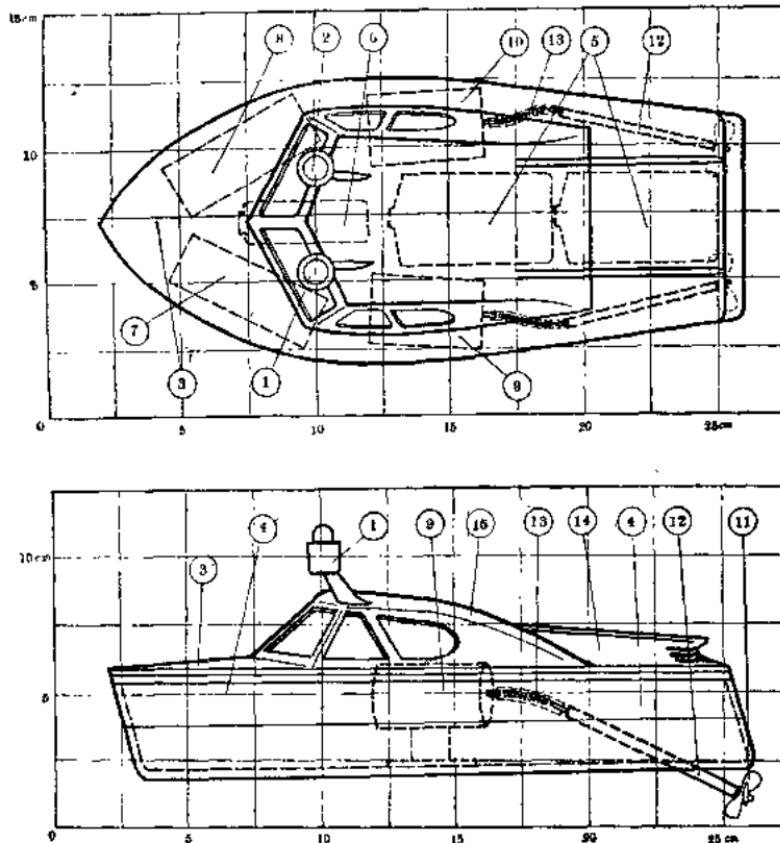
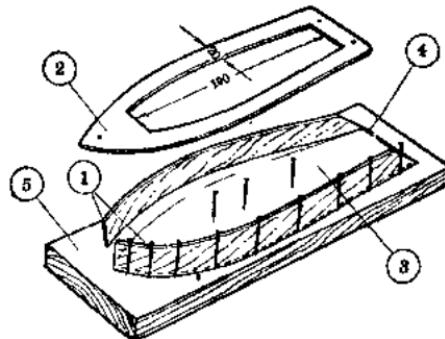
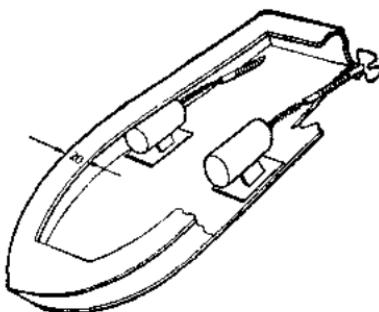

图 9-5
图 9-6
图 9-10
模型的结构详图和主要尺寸可见图 9-5，可以把这张图按方格尺寸放大到 1 比 1 的大小，再按图进行制作。其中电动机、螺旋桨轴、电池、光电控制器等等部件的安装位置，可按照图上所画的位置来安放，使得小艇的重心在艇体的中间稍偏艇尾一点，这样就使得模型停在水里时能保证螺旋桨深
艇身是用 1.5~2 毫米厚的桐木片或松木片制成，用快干胶水粘合。先按照图 9-5 画成 1 比 1 的艇身外形图，用桐木片按图 9-6 的样子切出艇身的两块侧板①、一块下甲板②、一块底板③和一块艇身后板④，切下后放在一边备用。再找一
块平整的木板⑤，在上面铺好按图 9-5 画成的艇身图，然后把艇底板③按图 9-6 的样子用大头针钉在木板⑤上，再把两块侧板①弯曲后用快干胶水粘在艇底板的两侧，涂上快干胶水后要用大头针把两片侧板夹紧在底板上，以免快干胶水未干之前，两块侧板因受弯曲产生的弹性而使其胶不住。接着将艇尾板④和下甲板②用快干胶水粘到艇身上，在快干胶水还未完全干透之前，不要把大头针拔去，不然艇的侧板就会蹦直。等快干胶水干透后，从木板⑤上拔掉所有的大头针，取下已粘合好的艇身，用砂纸把艇身各粘合处的棱角磨圆，并且初步把艇身打磨光滑，然后用比较稀薄的快干胶水在艇身上涂上二到三层。接着用比较稀薄的快干胶水调上很细的石膏粉或粉笔灰，涂到艇身上去，尤其在艇身木板有凹坑的地方要用这种填料把它抹平。等涂上的填料干透后，用细砂纸包在木块上将艇身上的填料打磨光滑，再涂上三层快干胶水，这样可起防水和光滑作用。
桨轴套的外面用沾上了快干胶水的棉纱线整齐地绕上一层，再在棉线外面抹上一、二层快干胶水，等它干后，准备把轴承套粘到小艇的艇底上去。轴承套在艇底上的安装位置可以按图 9-5 决定。在艇底板要安装螺旋桨轴套的地方打两个倾斜的洞，并涂上快干胶水，再把两个绕有棉线的轴承套管塞入艇底的两个洞中，就象图 9-10 的样子。在轴套和洞之间用比较稠的快干胶水填满，在快干胶水未干以前，要经常注意轴承套的倾斜角度和位置，并且要使左右两个轴承套管的倾斜角度一样。由于胶水未干透的时候，轴承套管在艇底上是会晃动的，可在艇底板上钉几个大头针来夹着轴承套管，使它的倾斜角度不变。要特别注意两个轴承套管的对称性，如果两个套管不对称，在电动机带动螺旋桨转动后，小艇就会自动转弯。
由于轴承套管是倾斜地安装在小艇底板上的，而电动机却是按图 9-10 的样子水平地安装在小艇的底部，因此螺旋桨
轴同电动机轴不在同一条直线上，为了使电动机的旋转动力能传到不在同一条直线上的螺旋桨轴上，那就要做二条软的传动轴把它们连接起来。可以用直径 0.5 毫米的铜丝很整齐紧密地把它绕在一根直径 2 毫米的铁丝上，抽出铁丝就成了一条弹簧软轴，剪下 20 毫米长的两段作为小艇两个螺旋桨弹簧软轴。按图 9-10 的样子，把螺旋桨轴涂上凡士林油，塞入预先填满了凡士林油的轴套中去，再把 20 毫米长的弹簧软轴一端焊到电动机轴上、另一端焊到螺旋桨轴上去。这样，电动机的旋转动力便通过这条弹簧软轴传到螺旋桨轴上去了。要注意，螺旋桨的轴套里一定要充满凡士林油或厚机油（黄油），防止小艇在水中航行时，水从螺旋桨轴和轴承之间的缝隙里渗入艇身内。平常也要经常的给轴承套筒内加些机油，这样使小艇轴套既润滑又不会漏水。
软轴等按上面介绍的安装好，就进行调整试航工作。把每个电动机接上3伏电池，看它们能不能很灵活地带动螺旋桨旋转，如果发生卡住现象，要按前面讲的办法调整轴承，使两个电动机能灵活地带动两个螺旋桨旋转。接着把两个三叶螺旋桨的每一个叶片按电动机的旋转方向扭转一个角度，使螺旋桨叶片在水中能向后打水。两个电动机同时通上电，把小艇放到水池里面，看两个电动机带动两个螺旋桨推动小艇前进的同时有没有发生转弯现象？如果前进时会自动转弯，那可能是两个电动机的转速不均匀，或者是两个螺旋桨叶片的扭转角度不一致，可以用改变任何一个螺旋桨的扭角的方法来调整，直到两个电动机同时通电，小艇能够照直行驶为止。按图9-5的位置放置两个光电控制器，光电控制器安装好后，接着就可以进行光电控制小艇的电气部分调整工作：把3伏和9伏电源都接通，用手电筒在2~3米远的范围内照射左边或右边的光导管，看小艇是否能在光照的控制下，向左或向右转弯行驶。如果有某个方向控制不灵，可以调整有关的光电控制器的灵敏度或更换那个光导管。再用手电筒同时照着两个光导管，这时小艇就应一直朝前行驶。